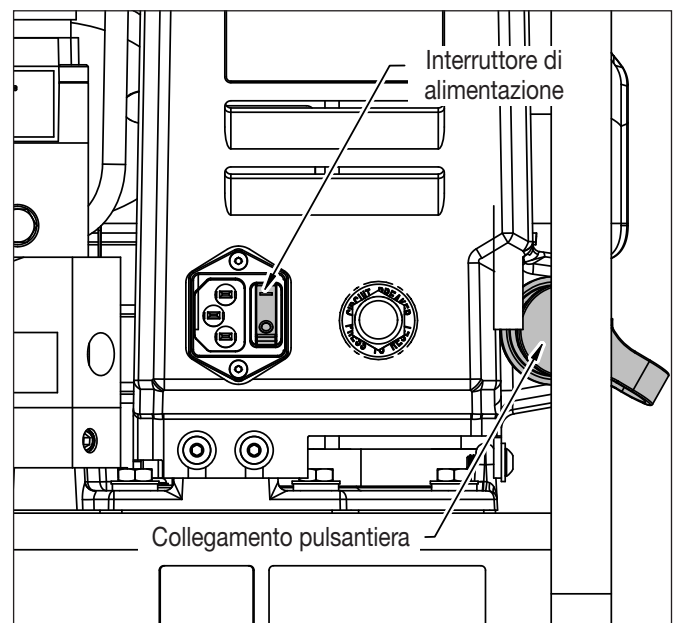

Figura 2: Cavo di alimentazione e collegamento della pulsantiera
2. Inerire il cavo di alimentazione corretto nella presa indicata nella Figura 2.
3. Rimuovere il cappuccio antipolvere dal connettore sulla parte anteriore della pompa e collegare il cavo della pulsantiera. Vedere la Figura 2.
4. Accertarsi che l'interruttore della pompa sia su "OFF" (O). Vedere la Figura 2.